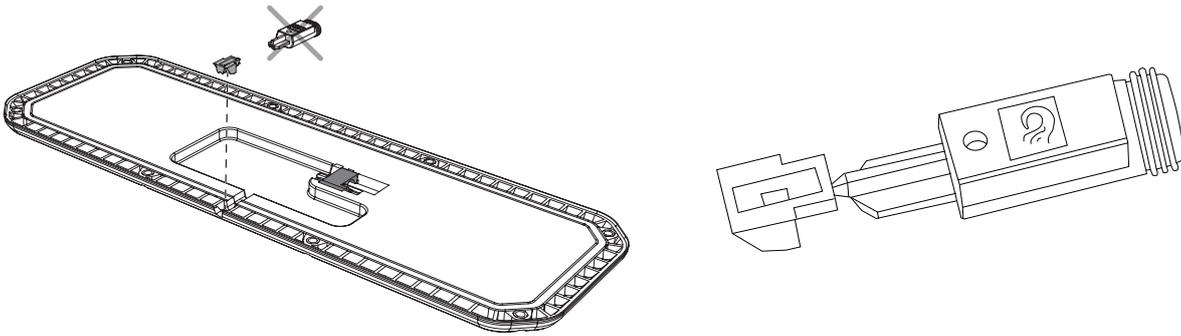

Abb. 65. Montage der Abdeckung zur Abdichtung der UCU.
4. Brechen Sie den äußeren Teil der Abdeckung vorsichtig ab. Die Montage erfolgt in der Auskerbung. Siehe Abbildung 65.